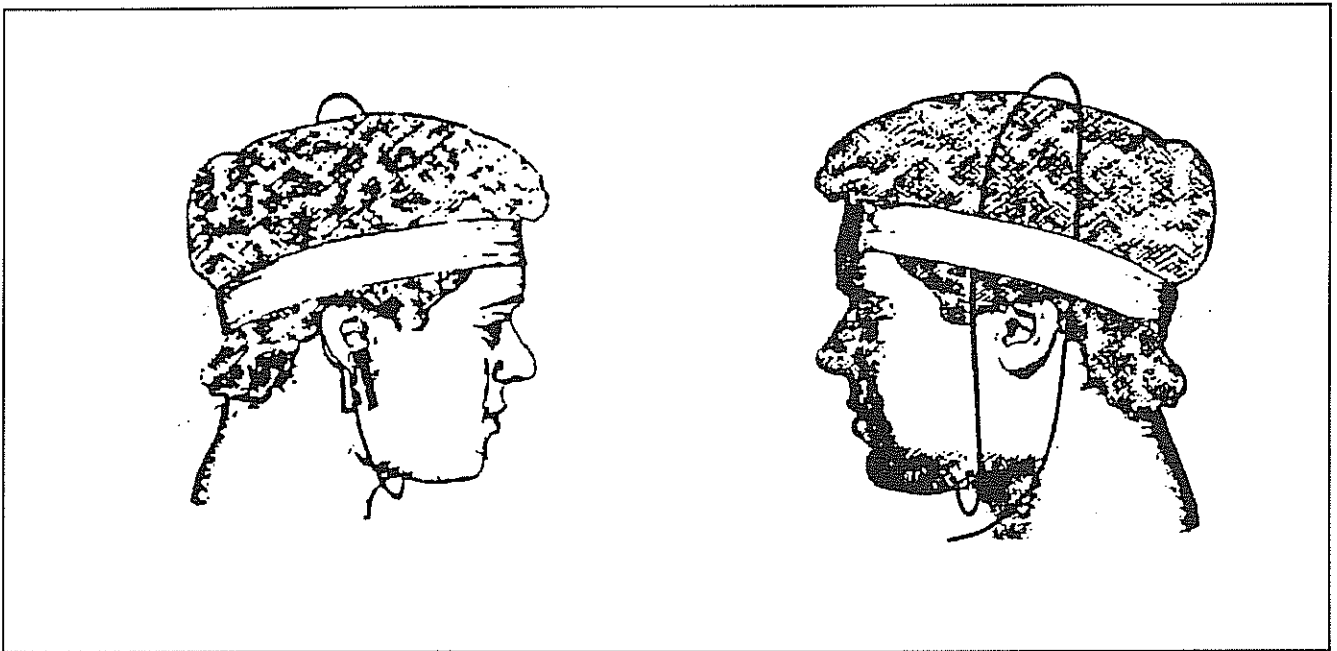

Bild 2. Zugentlastung der Zuleitung mittels Kopfband
- (1) Lichtquelle
- (2) Photozelle
- (3) Stabilisator
- * Entlasten Sie die Sensorleitung unbedingt von Zug, z.B. mit dem als Zubehör erhältlichen Kopfband (Bild 2).